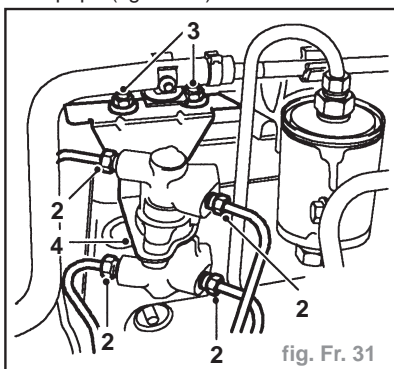

fig. Fr. 31
- Débrancher 4 tuyaux de frein (2) de la soupape (fig. Fr. 31).